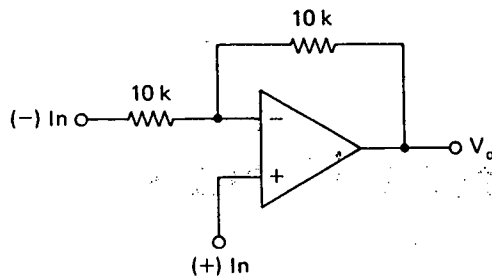

FIGURA P3-15
- 3-15. Una onda senoidal pico a pico de 5 V, E_i , se aplica a la entrada (-) en la figura P3-15. Grafique V_o en función de E_i si el voltaje en la entrada (+) es (a) +5 V; (b) -5 V.
- 3-16. Una onda senoidal de pico a pico de 5 V, E_i , se aplica a una entrada (+) en la figura P3-15. Grafique V_o en función de E_i si el voltaje de la entrada (-) es (a) +5 V; (b) -5 V. (Suponga que $+V_{sat} = \pm 15$ V).